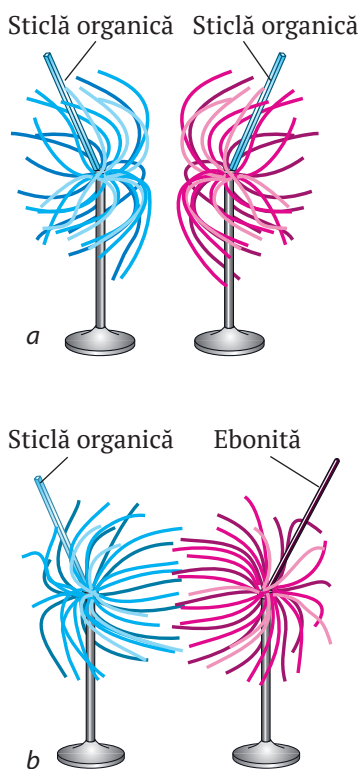

Fig. 19.3. Fâșiile de hârtie încărcate cu sarcini de același semn se resping (a); fâșiile încărcate cu sarcini de diferit semn – se atrag (b)
2. Corpurile, care posedă sarcini de același semn, se resping; corpurile, care posedă sarcini de semn opus – se atrag (fig. 19.3).